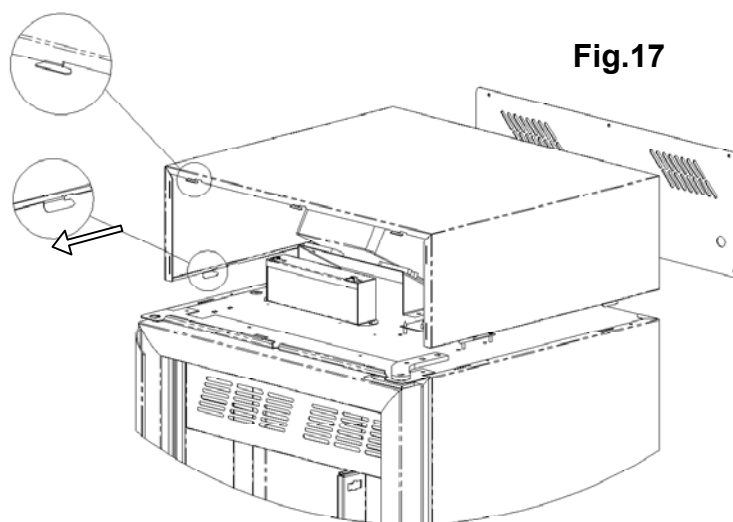

Fig.18
**Fase 3** Para retirar a cobertura superior é necessário remover com o uso de uma chave de fendas em cruz os parafusos de bloqueio da grelha de proteção posterior zincada e empurrar a cobertura na direção da porta até o seu completo destaque dos ganchos de bloqueio (fig.18)